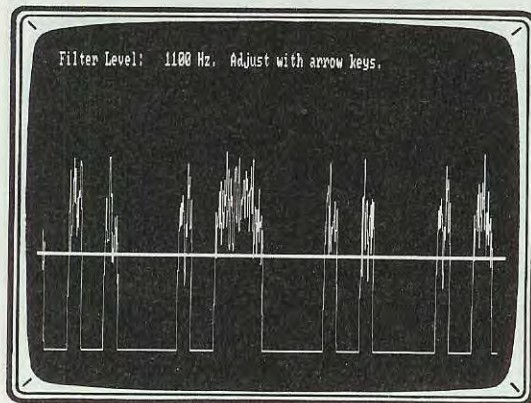

Fig.6 Sintonizzandovi finemente, noterete che queste onde quadre aumenteranno notevolmente la loro ampiezza, portando in alto tutto il "rumore" captato.
Nel sintonizzarvi sulla frequenza della emittente che trasmette in Telegrafia, dovrete cercare di ottenere onde quadre della **massima ampiezza** e poco **disturbata** (vedi fig.6).
- Premuto il tasto **T = Tuning Scope**, e captata una emittente che trasmette in **CW**, cercate di sintonizzarvi finemente fino a fare apparire sul monitor un segnale ad onda quadra (vedi fig.6).
- Ottenute sullo schermo delle onde quadre molto pulite (vedi fig.6), cercate di portare la **riga orizzontale** che appare sullo schermo quasi sul limite inferiore di queste onde quadre (vedi fig.7), agendo sulla sintonia del ricevitore.